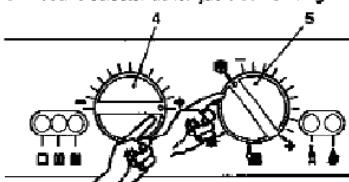

fig. 7.1
- 5 Rodar o selector de função 5 como na fig. 7.1
- 6 Rodar o manipulo de temperatura sanitária 4 ao máximo fig. 7.1